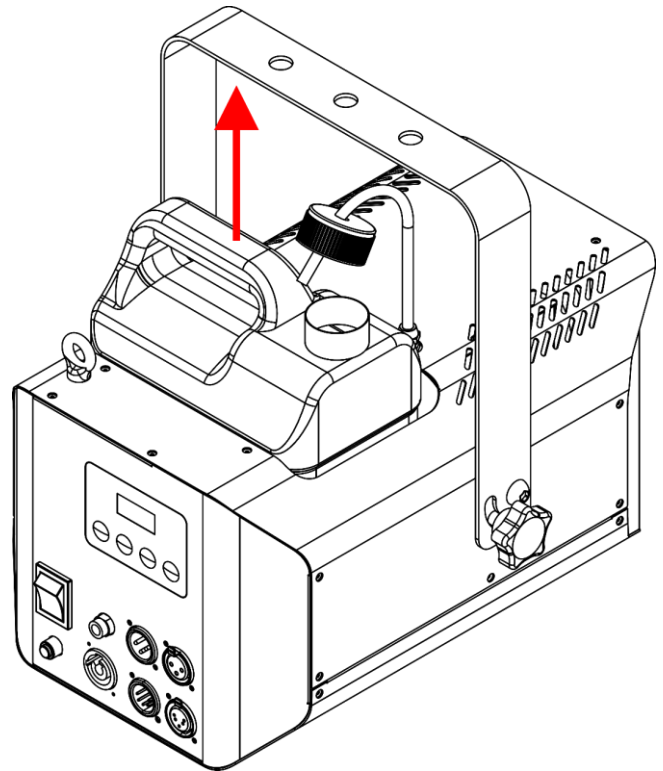

Fig. 09
- 03) Estrarre il serbatoio del liquido, come mostrato nella Fig. 09.